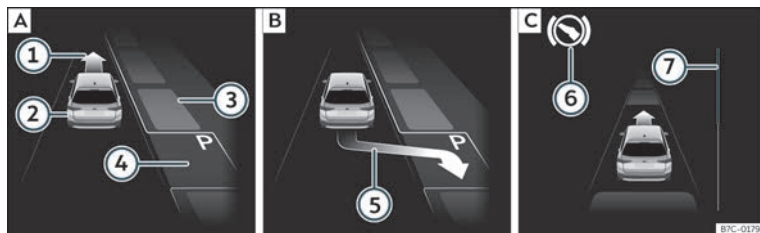
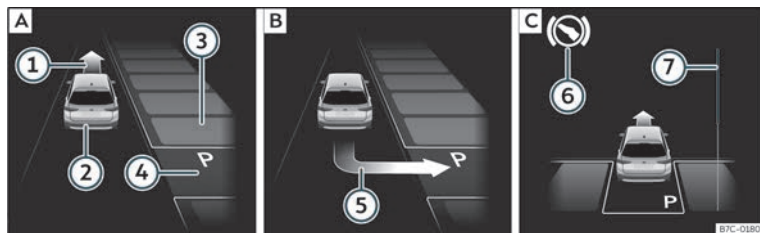

Fig. 235 No ecrã do painel de instrumentos: estacionar em linha. **[A]** Procurar um lugar de estacionamento. **[B]** Posição para estacionar. **[C]** Manobrar.
Fig. 236 No ecrã do painel de instrumentos: estacionar em espinha. **[A]** Procurar um lugar de estacionamento. **[B]** Posição para estacionar. **[C]** Manobrar.
- Observe na visualização do ecrã do painel de instrumentos se se detetou o lugar como «apropriado» e se atingiu a posição correta para estacionar »» Fig. 235 [B] ou »» Fig. 236 [B]. O lugar foi considerado «apropriado» se no ecrã do painel de instrumentos aparecer a indicação de estacionar [5].
- Retroceda até o sinal contínuo do ParkPilot soar; **OU:** retroceda até aparecer a indicação de marcha à frente no ecrã do painel de instrumentos »» Fig. 235 [C] ou »» Fig. 236 [C]; **OU:** retroceda até aparecer a mensagem **Park Assist finalizado** no ecrã do pai-
- Faça marcha à frente até soar o sinal contínuo do ParkPilot; **OU:** faça marcha à frente até aparecer a indicação de fazer marcha atrás no ecrã do painel de instrumentos. Ou sistema de estacionamento assistido manobra ou veículo em frente e em velocidade-atrás até centrá-o no lugar »» Fig. 235 [C] ou »» Fig. 236 [C].
A barra de progresso »» Fig. 235 [7] e »» Fig. 236 [7] mostra simbolicamente no ecrã do painel de instrumentos a distância relativa que ainda falta percorrer. Quanto maior for a distância, mais cheia está a barra de progresso. Ao circular em marcha à frente, o conteúdo da barra de progresso